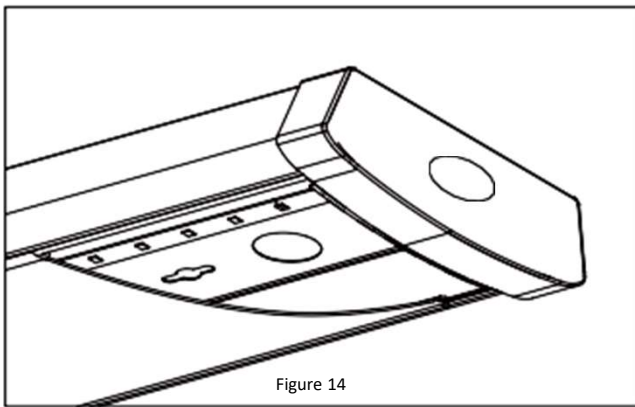

Figure 14
10. Install the diffuser (B)- starting at one end of fixture base (A), insert diffuser slot onto edge of luminaire housing. Carefully squeeze diffuser to engage opposite side with luminaire housing. Continue this action down length of diffuser until fully installed onto fixture base. **See Figure 14.**
10. *Installez le diffuseur (B) : en commençant à une extrémité de la base du luminaire (A), insérez la fente du diffuseur sur le rebord du boîtier du luminaire. Pressez soigneusement le diffuseur pour insérer le côté opposé dans le boîtier du luminaire. Continuez à presser toute la longueur du diffuseur jusqu'à ce qu'il soit complètement installé sur la base du luminaire. **Reportez-vous à la Figure 14.***